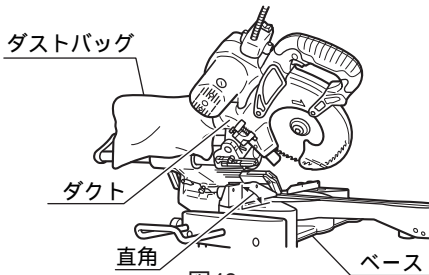

図48
- (1) ダストバッグ内に切りくずがいっぱいになると、手前に切りくずが飛散します。いっぱいになる前にダストバッグより切りくずを取り除きます。
- (2) 傾斜切断の際は、図48のようにベース面とほぼ直角になるようダストバッグを取付けて使用してください。（右傾斜の場合も同じです。）